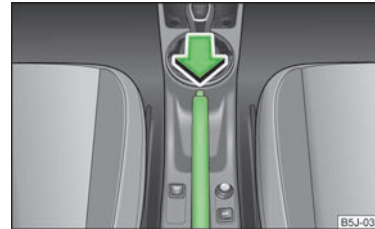

Abb. 77
- » Den Handbremshebel etwas hochziehen und **gleichzeitig** den Sperrknopf » Abb. 77 hineindrücken.